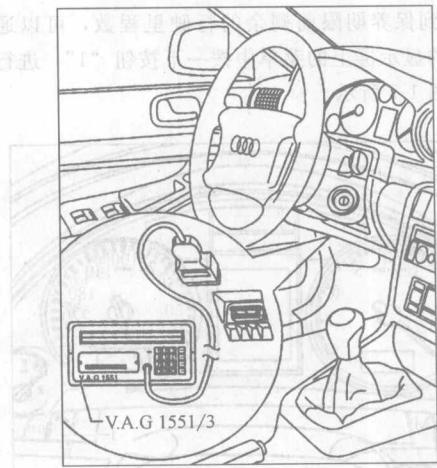

图 1-6 通过打印按钮接通打印机
- (1) 接通 VAS 5051 或 V. A. G 1551。
- (2) 把驻车制动器（后制动器）拉紧。
- (3) 对于带有自动变速器车辆，把换挡杆置于“P”或者是“N”位处。
- (4) 在点火开关关闭时，用适配导线 V. A. G 1551/3 连接故障读出仪 V. A. G. 1551。
- (5) 通过打印按钮接通打印机（按钮上的控制灯闪烁），如图 1-6 所示。